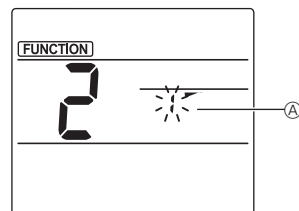

Fig. 2
② Вибір номера заслінки (Fig. 2)